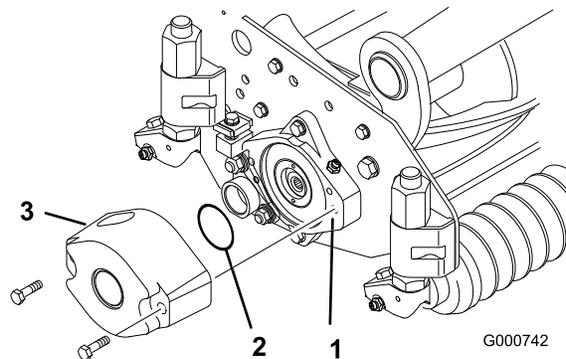
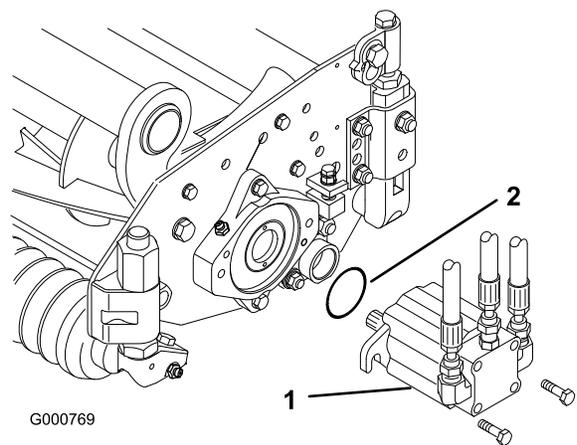

図 4
図 7
3. 大きなOリングにグリスを塗り、カッティングユニット両側のベアリングハウジングの溝にそれぞれ取り付ける（図 4 と 図 7）。
4. 付属のキャップスクリューを使って、各カッティングユニットにカウンタウエイトを取り付ける（図 4）。
13. リールモータを各カuttingユニットに装着し、付属のキャップスクリュ 2 本で固定する(図 7)。